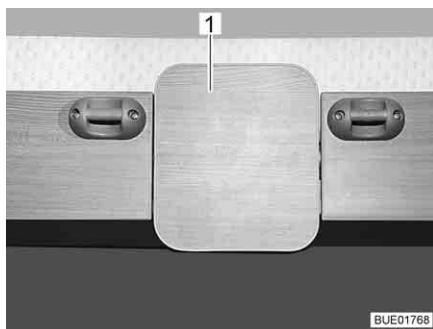
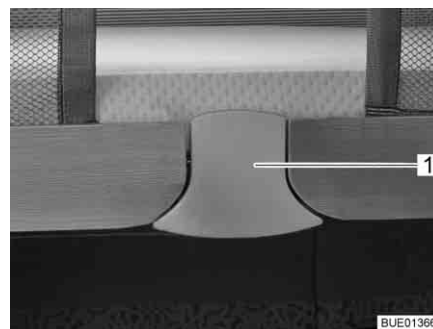

Fig. 86 Déverrouillage (Premio Plus)
Fig. 87 Déverrouillage (Averso Plus)
- Retirer le verrouillage inférieur (Fig. 86,1 et Fig. 87,1). Le dispositif de verrouillage est alors débloqué.